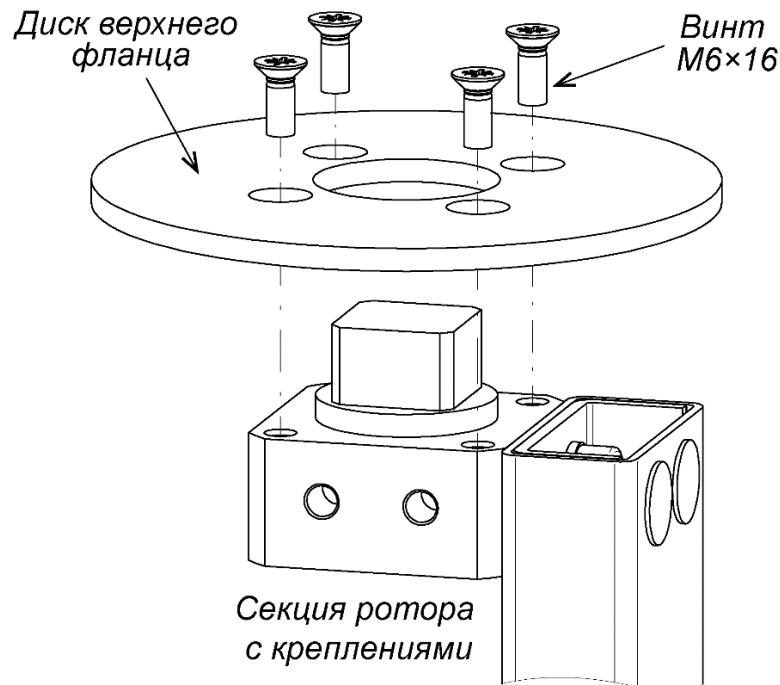

Рисунок 15. Установка диска на верхний фланец ротора
14. Распакуйте секции ротора (1) (ящик №2).
15. Произведите монтаж ротора (1) (работайте вдвоем!):
- Соберите верхний узел вращения ротора – на верхний фланец ротора при помощи 4-х винтов M6×16 установите диск фланца (см. рис. 15).